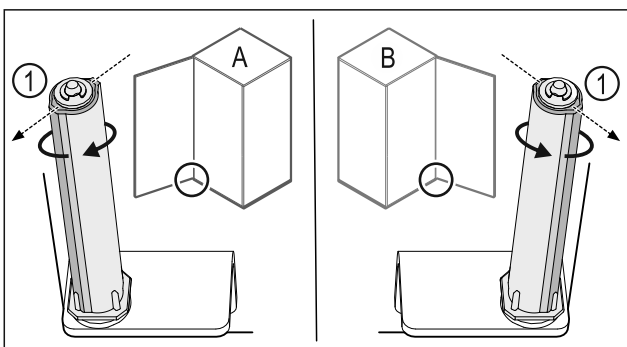

Fig. 49 Μεντεσέδες αριστερά (A) / Μεντεσέδες δεξιά (B)
- Περιστρέψτε το σύστημα κλεισίματος κόντρα στην αντίσταση, μέχρι ο κορμός του συστήματος κλεισίματος Fig. 49 (1) να είναι στραμμένος προς τα έξω.